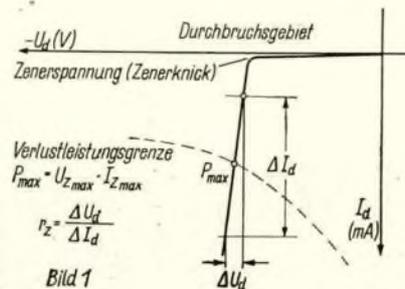

Bild 1
2.1 Zenerdioden sind Halbleiterdioden, die im Sperrgebiet betrieben werden. Die wichtigsten elektrischen Größen werden an dem Diagramm (Bild 1) gezeigt.
2.4 Zenerwiderstand: Der Zenerwiderstand ist der Widerstand, der sich aus der Formel im Bild 1 ergibt.